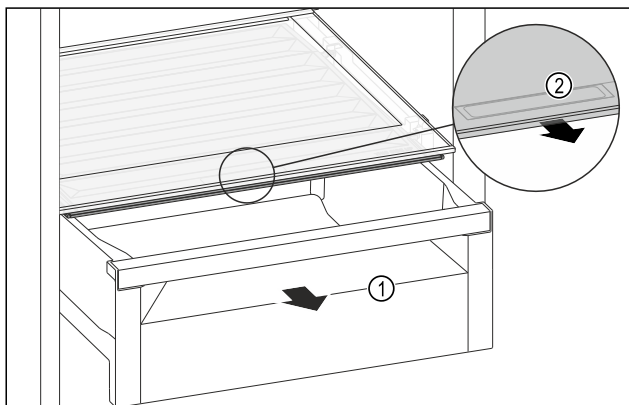

Fig. 110
- Изтеглете чекмеджето Fig. 110 (1).
- Хванете вдлъбнатия захват Fig. 110 (2) на капака на отделението и едновременно с това издърпайте напред капака на отделението.